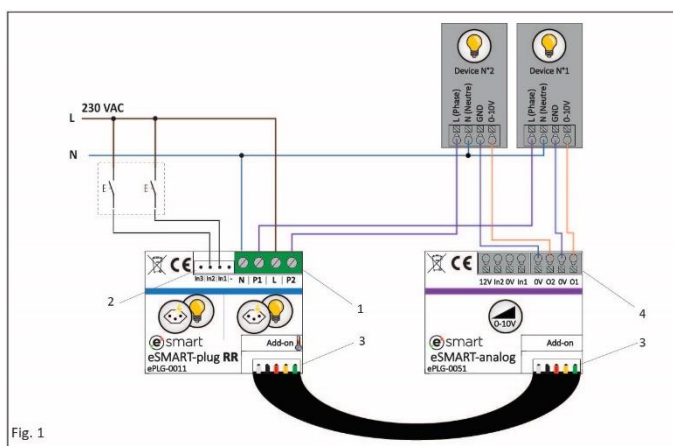

Fig. 1
L'eSMART-analog est composé de 4 bornes à ressort (4, Fig.1). L'eSMART-plug se raccorde sur le réseau électrique 230 V AC/50 Hz.
- Raccordez l'alimentation 230 V AC (1, Fig.1) sur les bornes P et N. Respectivement, la Phase sur la borne P et le Neutre sur la borne N, comme indiqué sur le schéma.
- Raccordez les driver #1 et/ou #2 (1, Fig.1) sur les bornes P1 et P2. Respectivement, le driver #1 sur la borne P1 et/ou la driver #2 sur la borne P2, comme indiqué sur le schéma.
- Raccordez les sorties O1 et/ou O2 (4, Fig.1) sur les drivers respectifs, comme indiqué sur le schéma.
- Le cas échéant, connecter le eSMART-plug-RR (3, Fig.1) sur le connecteur prévu à cet effet.
Das eSMART-analog hat 4 Federkraftklemmen (4, Abb. 1). Das eSMART-plug wird an das Stromnetz 230 V AC/50 Hz angeschlossen.
- Schließen Sie die Stromversorgung 230 V AC (1, Abb. 1) an die P- und N-Klemmen an, und zwar Phase an Klemme P und Neutral an Klemme N, wie in der Abbildung dargestellt.